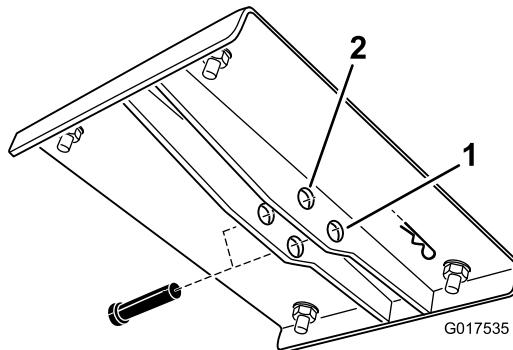

Bild 6
7. Die obere Hubhalterung hat zwei Lochreihen (Bild 6). Wählen Sie die Lochreihe in der Halterung für die Fahrzeuge mit Benzin- und Dieselmotor.